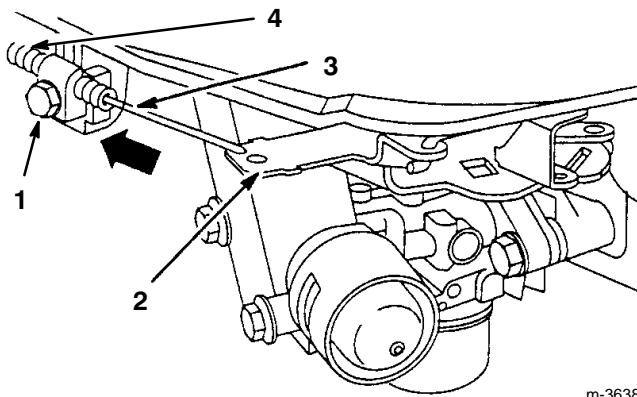

Figure 21
2. Afloje el tornillo de la abrazadera del cable hasta que éste se deslice (Fig. 21).
3. Mueva la palanca de control de gobierno, el cable del acelerador y la envoltura tanto como sea posible en dirección a la flecha (Fig. 21).